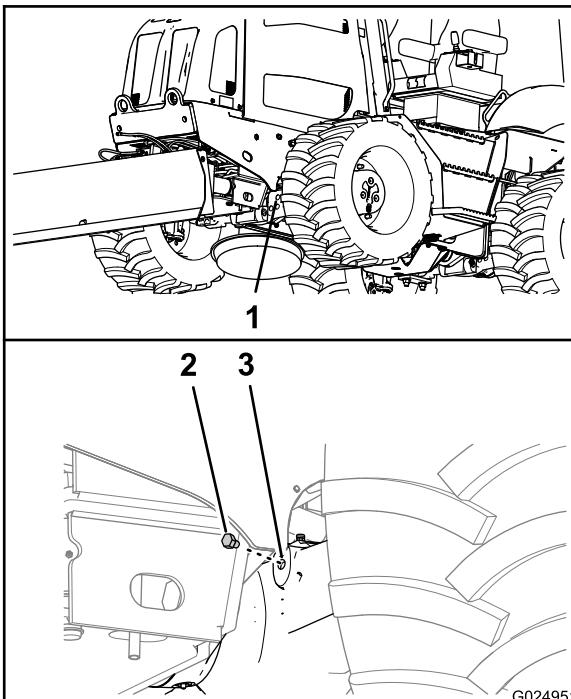
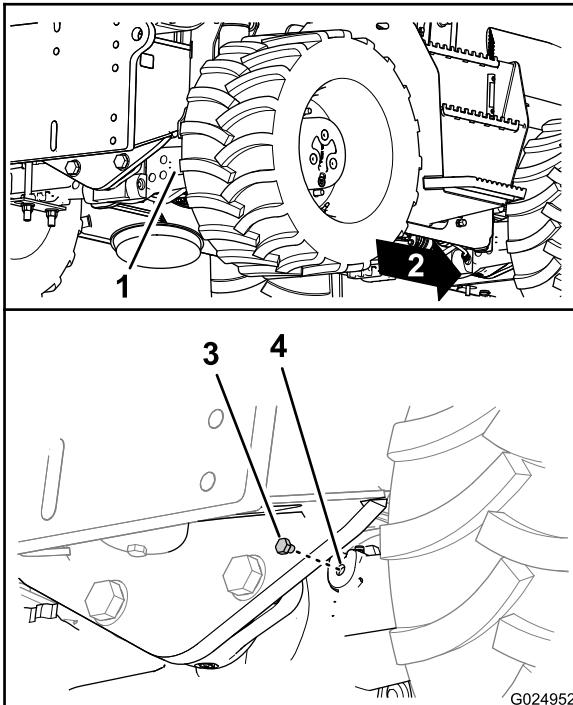

Figura 91
Figura 92
2. Remova os bujões do orifício de nível na caixa do pinhão do eixo (Figura 91 e Figura 92).
3. Verifique pelo orifício de nível se o nível do óleo no eixo está alinhado com a borda interior do orifício (Figura 91 e Figura 92).
6. Instale o bujão no orifício de nível na caixa do pinhão do eixo (Figura 91 e Figura 92).